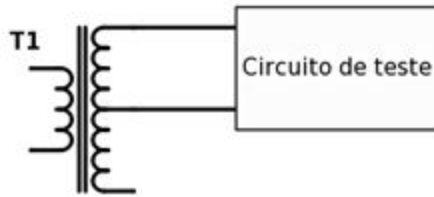
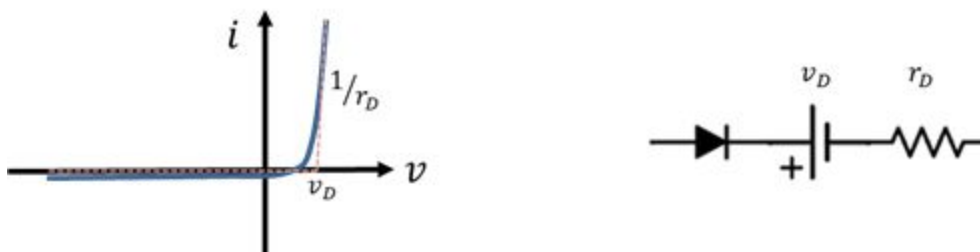

Figura 1: Circuito para caracterização da característica $i \times v$ do diodo.
Figura 2: Modelo do diodo real com um diodo ideal em série com uma fonte de tensão e uma resistência de condução (resistência CA).
4.2. Use o trafo (com o terra no *tap* central, veja Figura 1) para alimentar um circuito projetado para medir (com o osciloscópio) a curva característica dos diodos (comum e Zener). Determine a tensão Zener (somente no diodo Zener) e a tensão de modo direto.
4.3. A Figura 2 apresenta uma das diversas possíveis maneiras de se modelar um diodo. Substitua o trafo da Figura 1 por uma fonte de corrente contínua e determine os valores de v_D e r_D para o diodo comum.